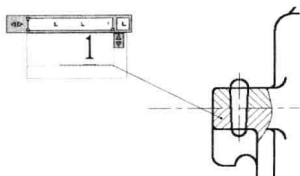

图 7-5-10
(7) 在文字标注尺寸上单击创建两个制表位，并输入序号，如图7-5-10所示。